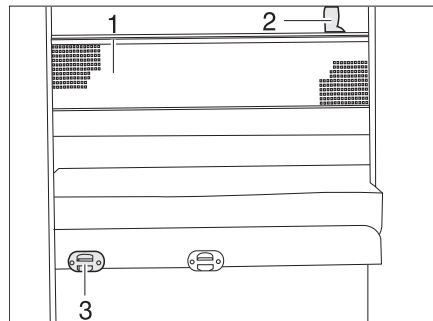

Bild 159 Sicherungsnetz
- Die Aufstiegsleiter mit den Holmen in die Halterung (Bild 159,3) an der Blende einhängen.
Sicherungsnetz Das Sicherungsnetz (Bild 159,1) ist serienmäßig zwischen Matratze und Lattenrost verstaut. Das Sicherungsnetz erst aufspannen, wenn sich die Person bereits im Bett befindet.
- Die Haltebänder (Bild 159,2) in die Halterungen an der Decke einrasten.